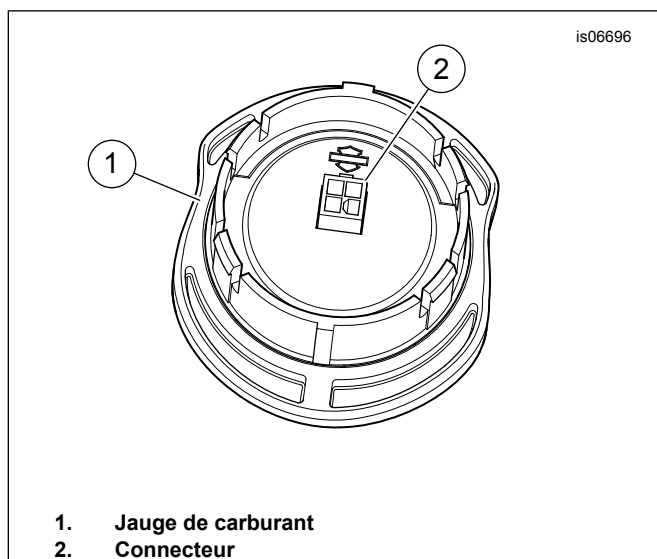

Figure 1. Connecteur de la jauge de carburant
1. Voir Figure 1. Brancher le connecteur du faisceau de fils sur le connecteur de la jauge de carburant (2).